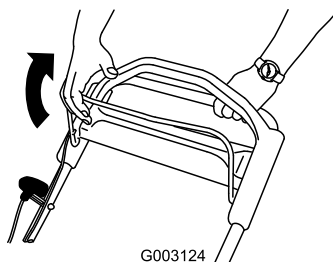

Figure 17
2. Serrez la barre de commande de la lame contre le guidon (Figure 17).